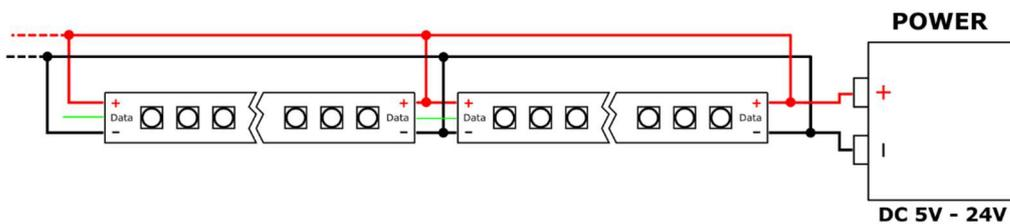

Figura 3. Alimentazione in più punti
5. Per strisce led particolarmente lunghe (oltre i 10 metri) potrebbe essere utile fornire alimentazione alla striscia led in più punti onde prevenire eccessive cadute di tensione lungo il percorso (Figura 3).